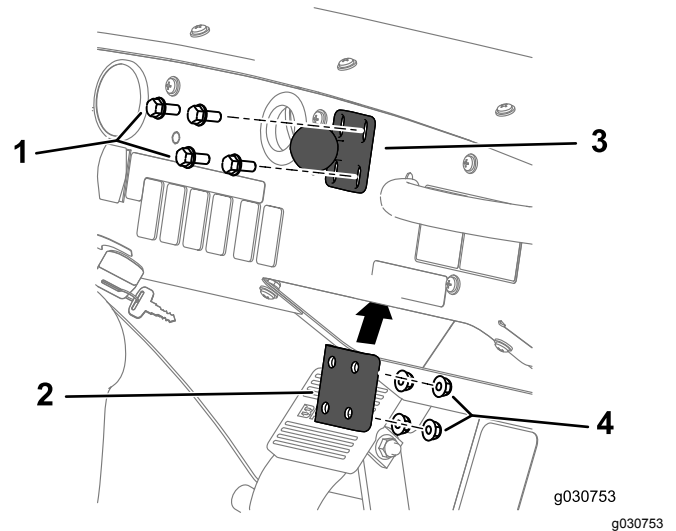

Figura 152
1. Sujete el bastidor de la bola-pivote al salpicadero con los 4 pernos (1/4" x 1-1/2"), la placa de refuerzo y una contratuerca con arandela prensada (1/4"), tal y como se muestra en Figura 152.